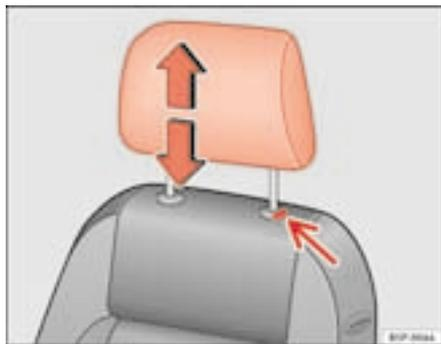

Fig. 73 Poggiatesta:
- Premere il tasto ⇒ fig. 73 (freccia).